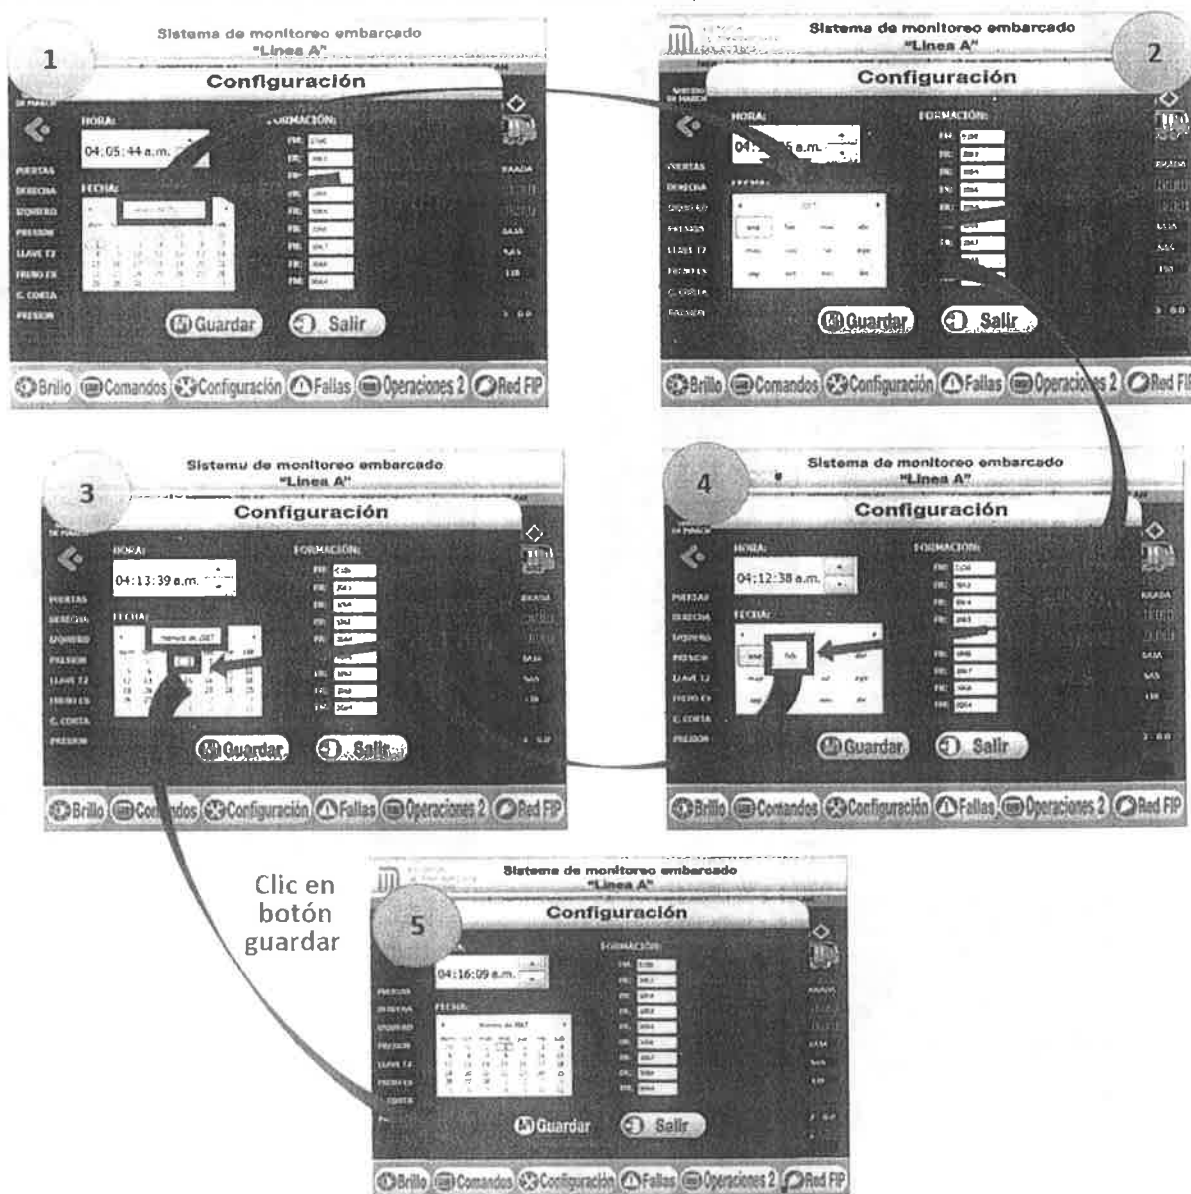

Figura 34. Proceso de modificación del día, mes y año en pantalla de configuración.
- **1 clic:** muestra los 12 meses de ese año, se selecciona el mes, día y después se guarda (Figura 34).